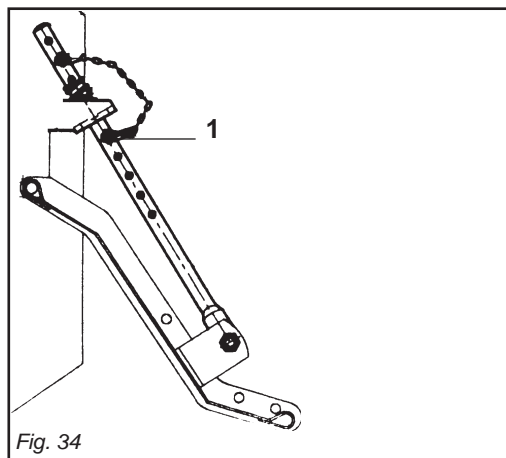

Fig. 34
- 2) *Falls die Maschine mit einem Hydrozylinder gegen Umkippen ausgerüstet ist, muss der Bolzen wie in der Abbildung (1 Abb. 34) gezeigt angeordnet werden.*
- 2) Si la máquina posee cilindro antivuelco posicionar el perno como se ve en la figura (1 Fig. 34).